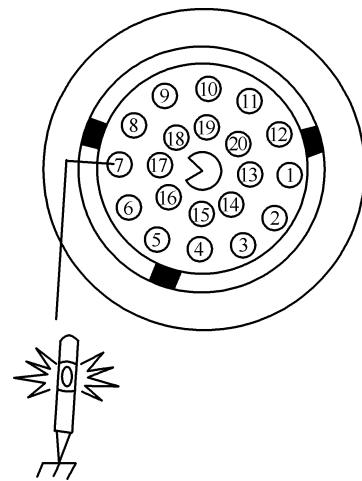

图1-11 连接LED测试灯
- 2) 连接LED测试灯在发动机诊断插座的7号脚和接地之间(图1-11)。诊断插座位于左侧或右侧转向柱附件或位于发动机舱壁上。
- 2) 连接LED测试灯在发动机诊断插座的7号脚和接地之间(图1-11)，诊断插座位于左侧或右侧转向柱附近或位于发动机舱壁上。